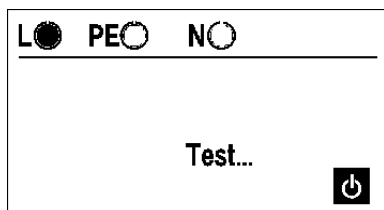

Bild 5.7.8: Laufende Prüfung
- ▶ Drücken Sie kurz die Taste 'RCD/FI Test' (20), die Prüfung wird gestartet. Während der laufenden Prüfung wird 'Test...' (11) angezeigt, siehe Bild 5.7.8.